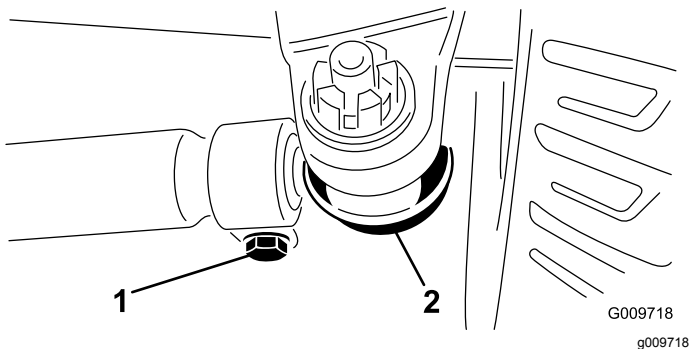

図 74
5. タイロッド両側のクランプをゆるめる 図 74。
3. 調整は、両側のタイロッドのボールジョイントからコッターピンとナットを外して行う 図 74。